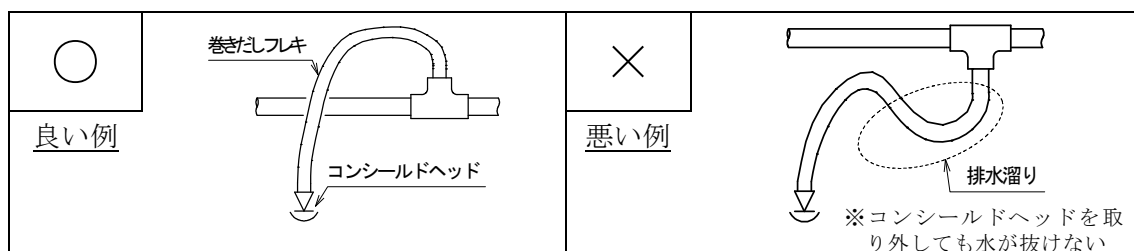

図4-5 巻出フレキの配管
- ・巻出フレキは残水溜りができないように設置してください。(図4-5参照)